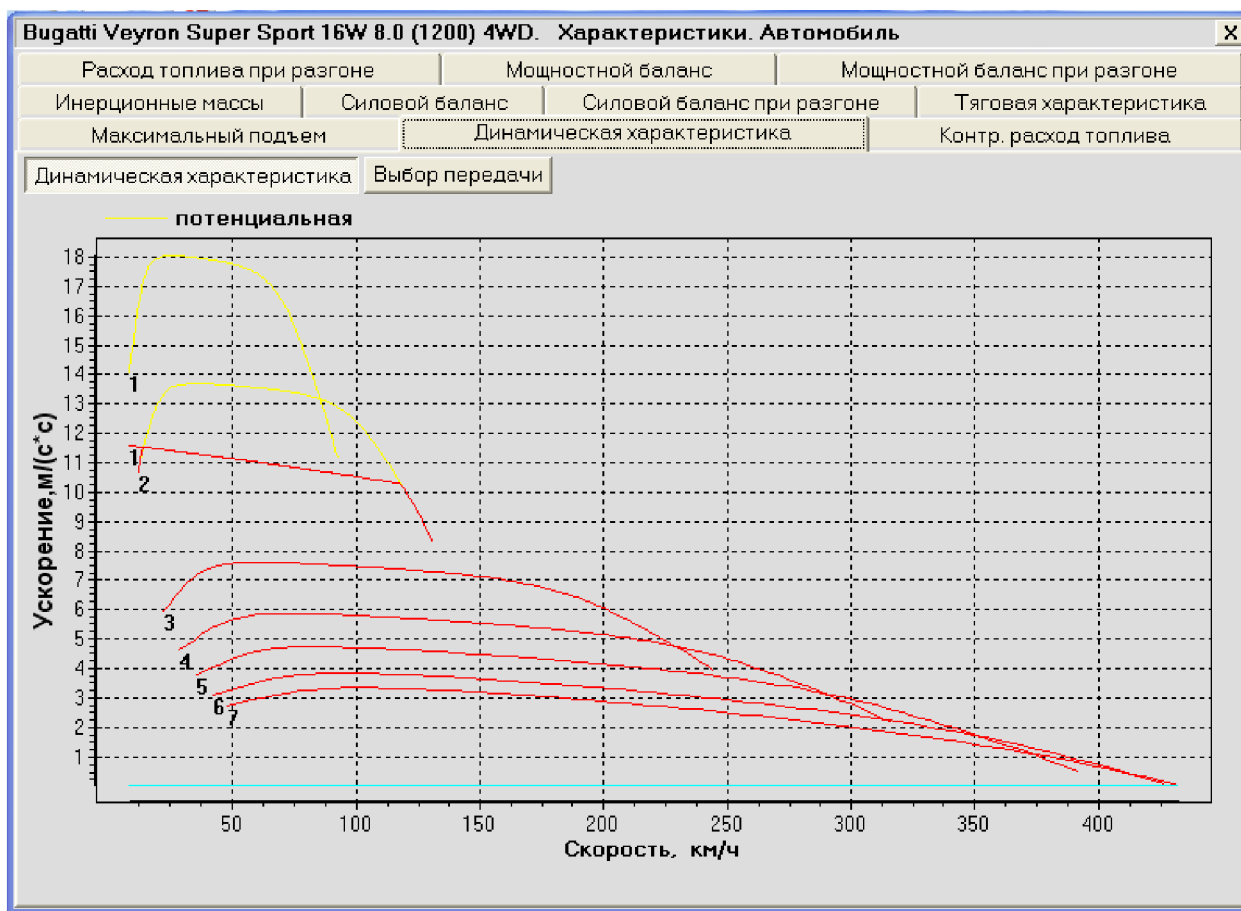

Рис. 6
- чрезмерно большое потенциальное ускорение на первой передаче не может быть реализовано из-за ограничений по сцеплению с дорогой, в связи этим разгон на внешней скоростной характеристике двигателя во всем рабочем диапазоне его оборотов невозможен (см. рис. 6)., а как следствие этого первая передача становится бесполезной.